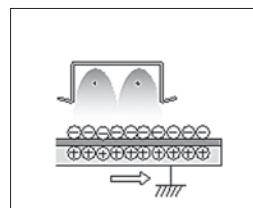

図1
- (1)帯電：細い電線がマイナスになるように高電圧をかけ、感光体にマイナスの静電気を帯電させます。暗室では感光体は絶縁体になり静電気をためることができます(図1)。